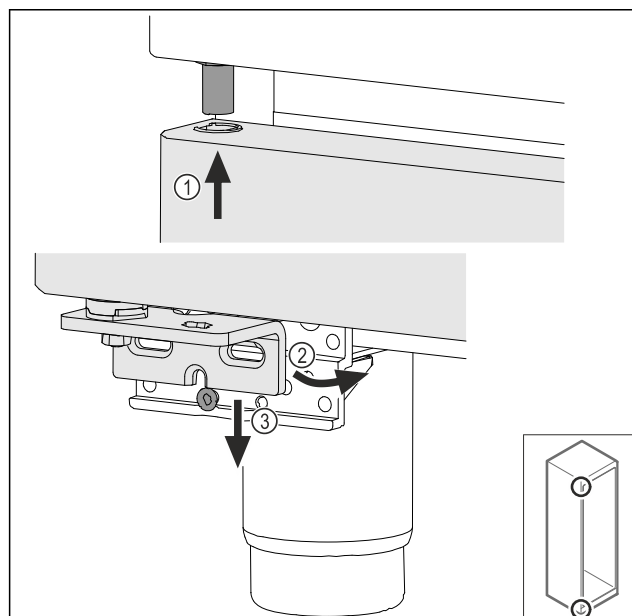

Fig. 49
- Inserire la porta leggermente inclinata in alto Fig. 49 (1), addezzare la porta Fig. 49 (2) e posizionarla in basso sulla vite del blocco di supporto Fig. 49 (3).